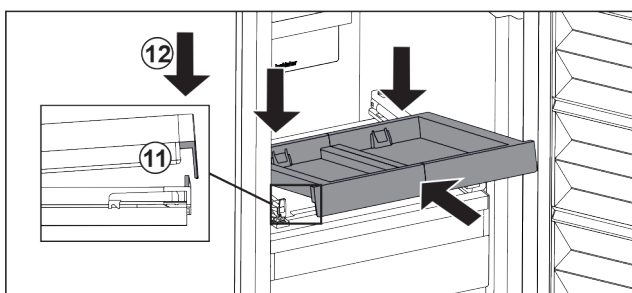

Fig. 104
- Inșerați-l oblic. Aveți în vedere ca opritorul să fie în spatele lamelei pe ambele părți. Fig. 104 (11)
- Depuneți raftul extractibil în față. Fig. 104 (12)